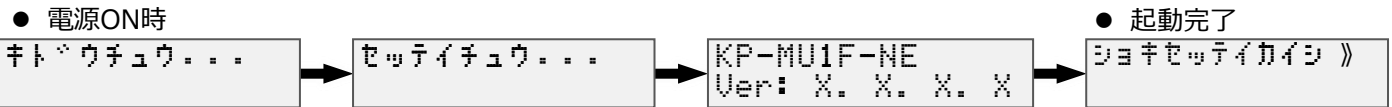

図8. 計測ユニット起動時の表示部状態
- (3) 計測ユニットのスライドカバーを開け、表示部の状態が図8の通りであることを確認する。